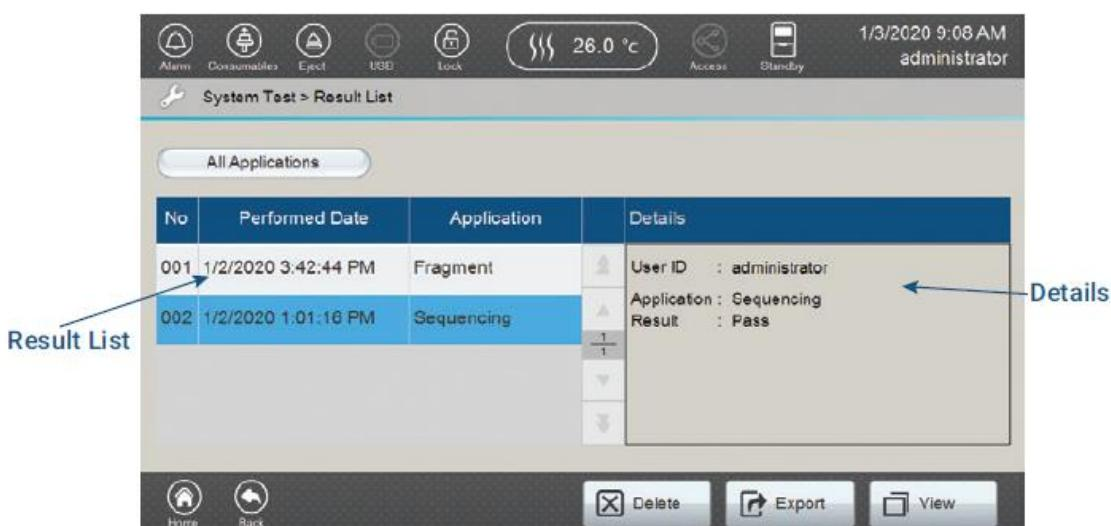

図 228 Sequencing System Test を選択した Result List 画面
2. 確認したい system test を選択すると、「Result List」画面に選択した system test の Details が表示されます。(図 228)
- Export を選択すると、Result List 画面（図 228）から Export を選択するときと同じ方法で pdf ファイルとして、system test のレポートをエクスポートできます。